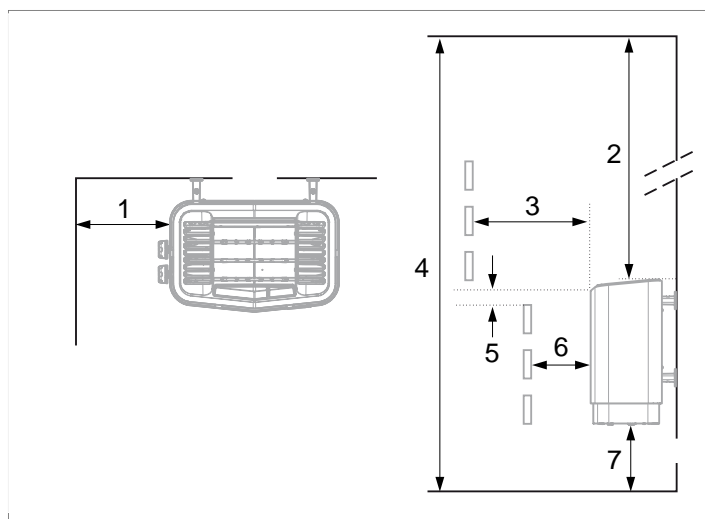

Рисунок 2: Размещение каменки – нормальная установка
- на безопасном расстоянии от пола, боковых стен и интерьера (см. **Рисунок 2**, страница 2).